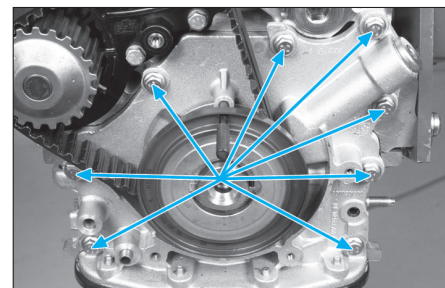

Fig. 17
- Déposer la pompe à huile (Fig.17).